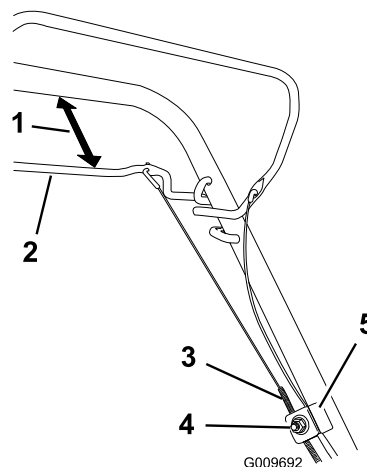

Figura 46
1. Allentare il dado del supporto cavo (Figura 46).
2. Mantenete la barra della trazione automatica a una distanza compresa tra 25 e 38 mm dalla stegola (Figura 46).
3. Abbassare la guaina del cavo (verso il tosaerba) fino a tendere il cavo (Figura 46).